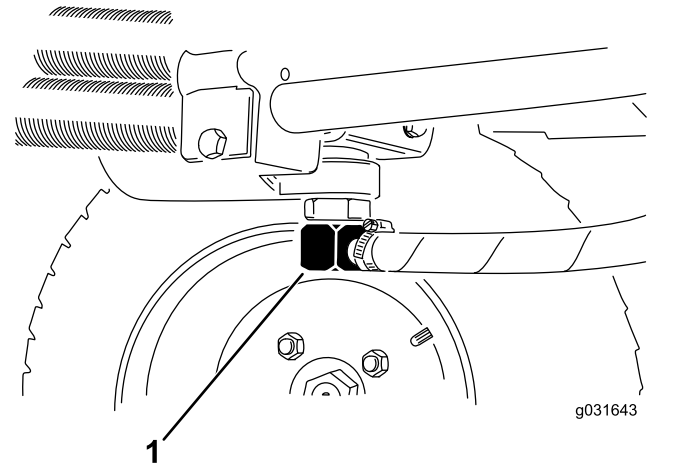
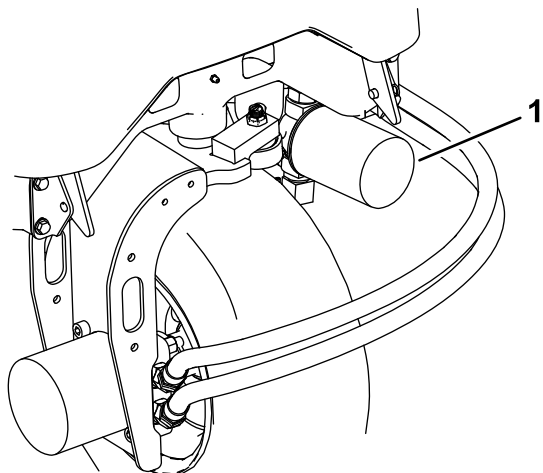

Figure 65
Figure 67
- Débranchez la conduite hydraulique ou enlevez le filtre hydraulique et laissez couler l'huile dans un bac de vidange (Figure 67 et Figure 65).
- Rebranchez la conduite hydraulique quand la vidange est terminée (Figure 65).
- Nettoyez la surface autour de la zone de montage du filtre et déposez le filtre (Figure 67).